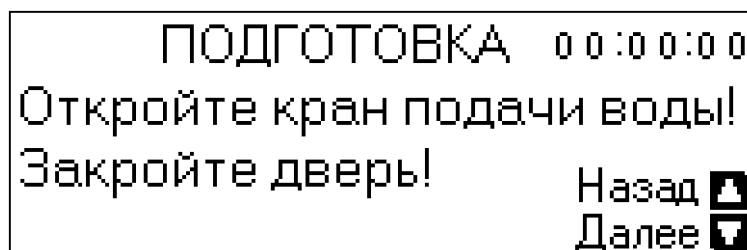

Рис. 4
7.4. На экране панели высветится экран «Подготовка» (рис. 4).
7.7. При нажатии кнопки «  » Вы вернётесь на стартовый экран (рис. 4)